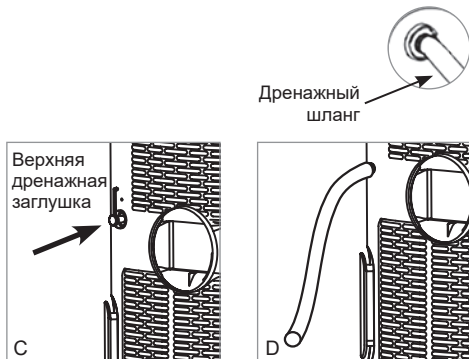

Рис. 14
3. Вытащите сливную пробку (см. рис. 14 С). Из пробки могут стечь капли воды, поэтому рекомендуется использовать поддон.
4. Подсоедините к сливному отверстию шланг диаметром 1/2" (не поставляется в комплекте), как указано на рис. 14 D.